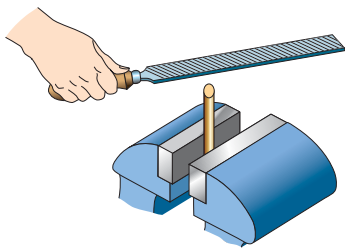

Рис. 5.58. Подготовка рабочей части паяльника напильником
Последовательность подготовки электрического паяльника и заготовки к работе (рис. 5.58—5.61)
- ▶ до блеска зачистить напильником рабочую часть паяльника (рис. 5.58);